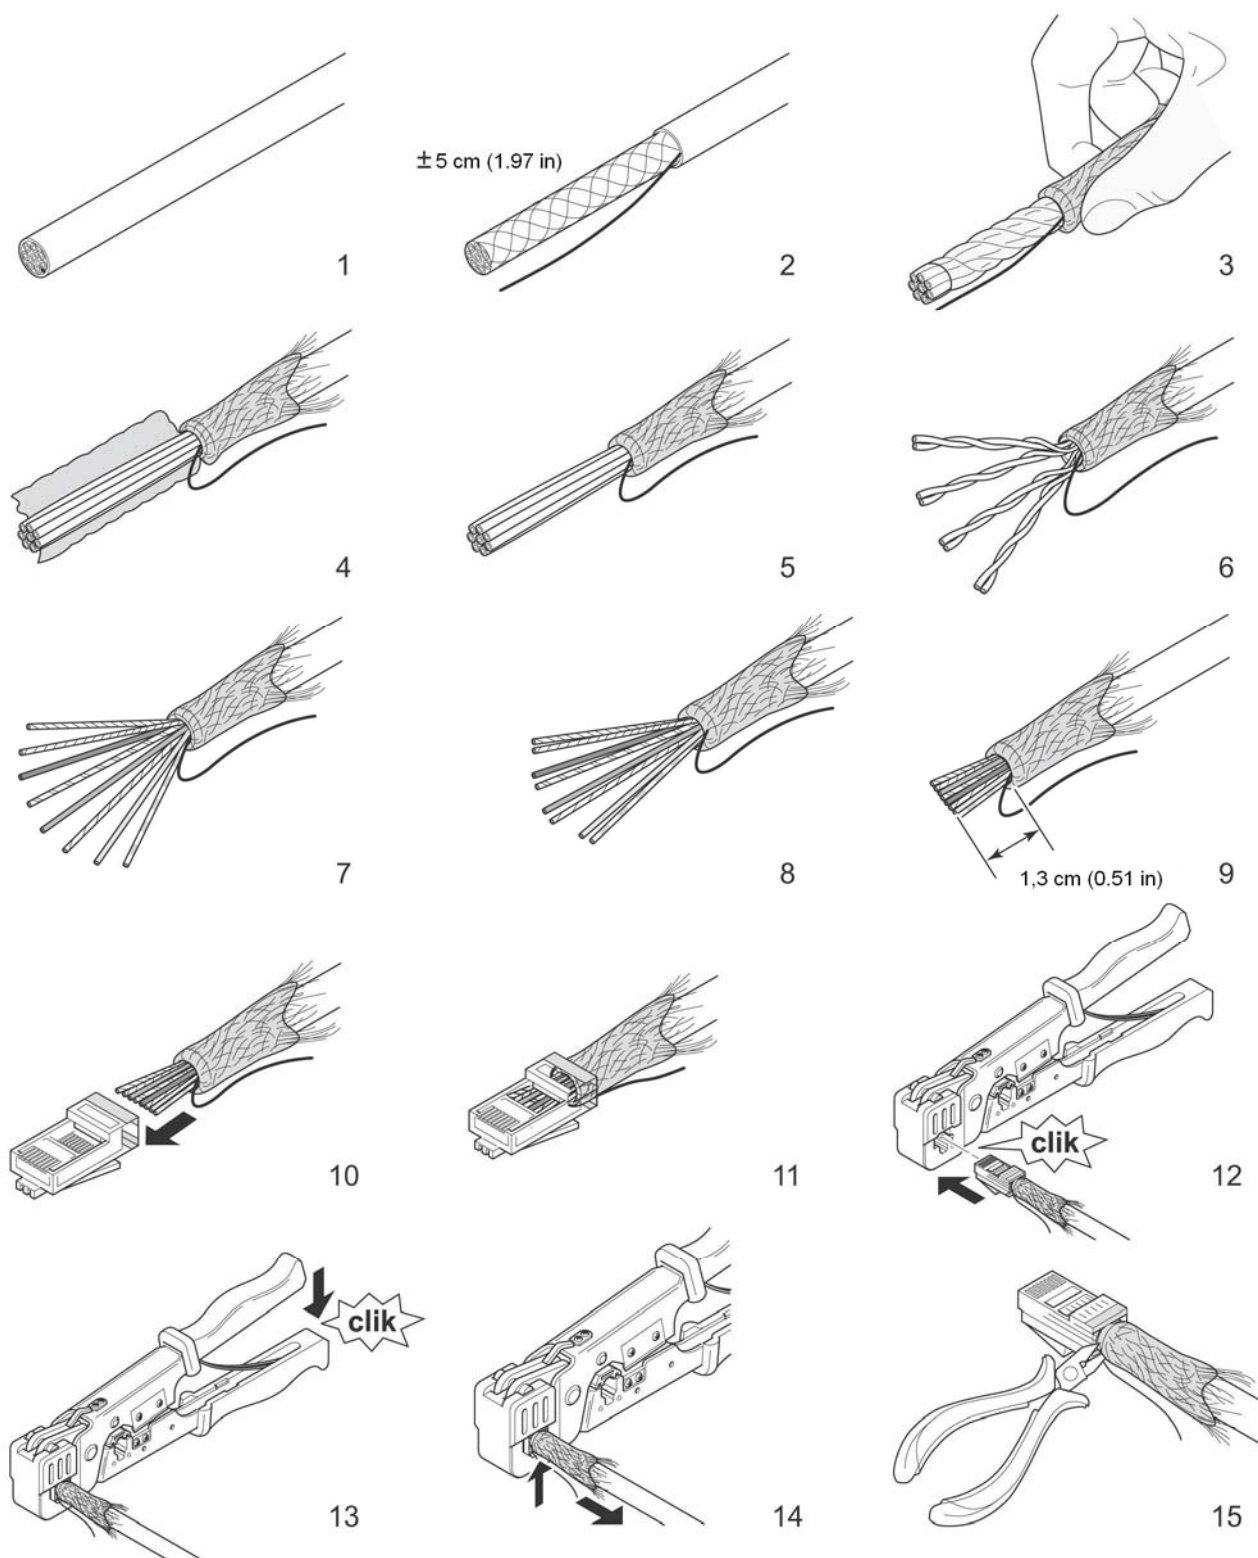

Figure 34. Paigaldage 1. tüüpi võrgukonnektor
1. Paigaldage konnektori kate ja sulgur võrgukaabli (1, fig. 34, page 5-30) külge.
2. Eemaldage isolatsioon (2) umbes 5 cm ulatuses.
3. Lükake varjet tahapoole (2).
4. Paigaldage varjele metallisolatsiooniteip (2).
5. Lõigake ülejäänud varje ära (2).
7. Jätkake juhtmed. Sinine ja punane juhe ühel küljel, kollane ja roheline juhe teisel küljel (3).